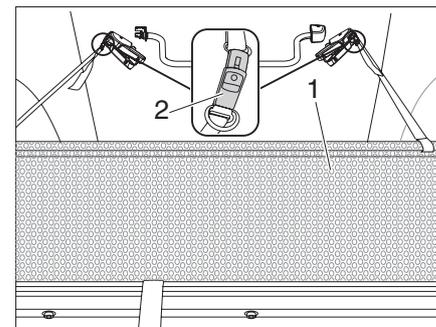

Bild 30 Herausfallschutz
- ▶ Herausfallschutz (Bild 30,1) unter der Matratze hervorziehen.
- ▶ Herausfallschutz mit Riemenschnalle (Bild 30,2) am Aufstelldach befestigen.
- ▶ Riemenschnalle (Bild 30,2) lösen.
- ▶ Herausfallschutz (Bild 30,1) unter der Matratze verstauen.
- ▶ Beim Schließen des Reißverschlusses Aufstelldach nach unten ziehen, damit der Reißverschluss nicht unter Spannung steht (Bild 30).